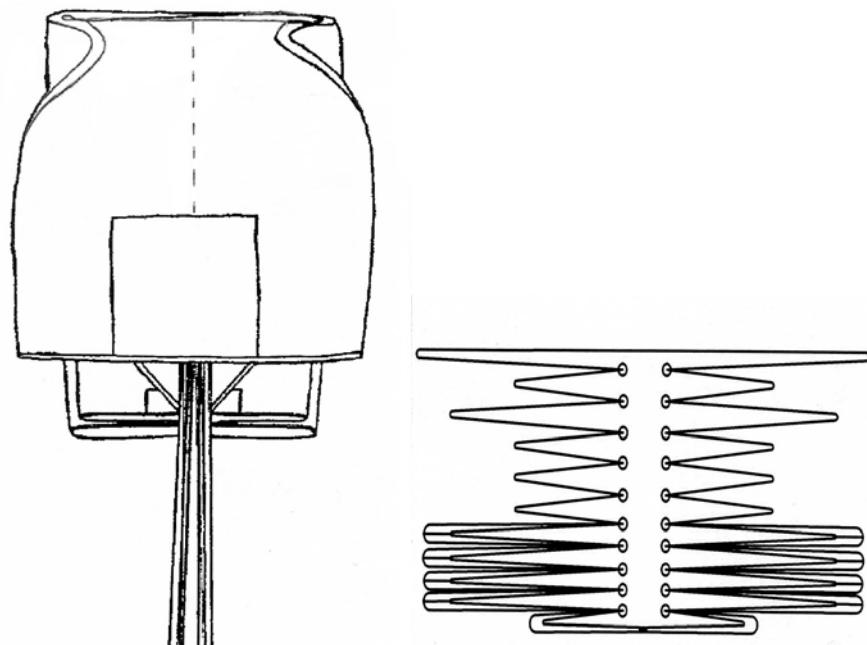

Рис. 23
6) аналогичным образом уложить левую половину купола (рис. 23).